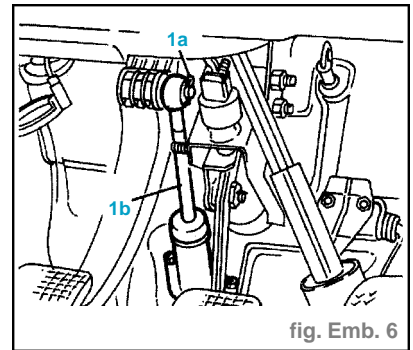

fig. Emb. 6
- Déconnecter la butée (1b) du maître-cylindre de la pédale d'embrayage, après avoir déposé la goupille de retenue (1a) (fig. Emb. 6).